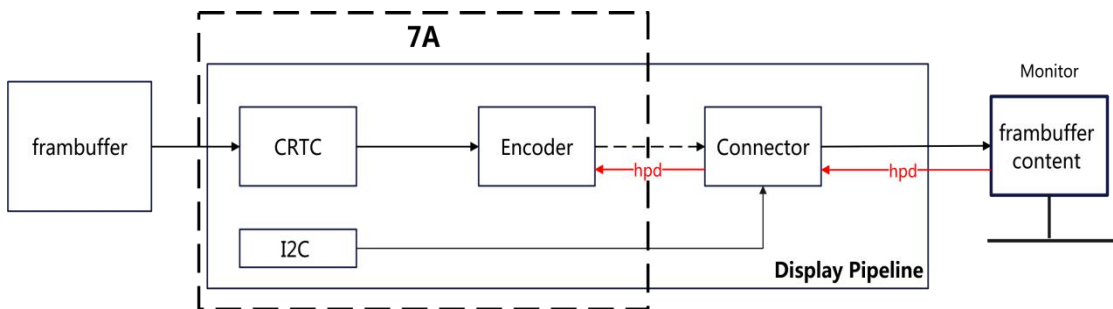

图 2-1 无信号转换芯片的显示器显示管线
**方案一：**不需要连接信号转换芯片时，硬件设计约束示意图如图 2-1，要求将 7A2000 桥片显示控制器的 I2C 直接连接到显示接口连接器上。用于实现读取 EDID 和使用 VGA 接口时的热插拔探测功能。